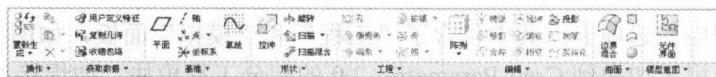

图 1-9 “模型”选项卡
- “模型”选项卡：其中包含了“操作”、“获取数据”、“基准”、“形状”、“工程”、“编辑”、“曲面”和“模型意图”面板，如图 1-9 所示，主要用于实体的建模，如拉伸实体、旋转实体等。